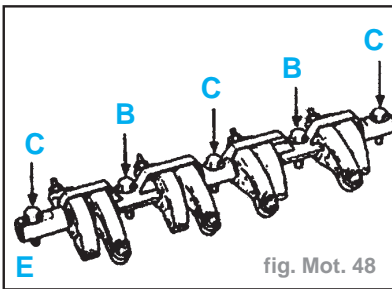

fig. Mot. 48
- Déposer la rampe de culbuteurs, repérer l'emplacement des vis, les deux vis (**B**) de couleur jaune sont pleines, les trois vis (**C**) de couleur noire sont creuses (passage d'huile (fig. Mot. 48).